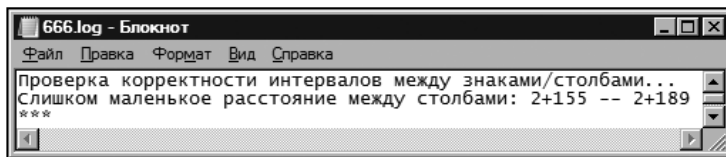

Рис. 18
- I. Выберите команду **Проверки/Расстановка столбов**. Проверка выполняется по всем документам проекта, а ее результаты отображаются в протоколе (рис. 18).